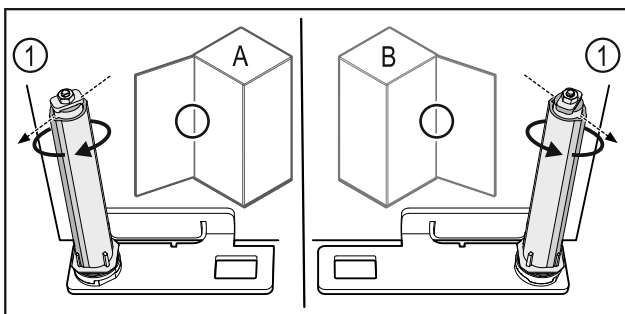

Fig. 61 Linksanschlag (A) / Rechtsanschlag (B)
- Schließsystem gegen den Widerstand drehen, bis der Steg des Schließsystems Fig. 61 (1) nach außen zeigt.